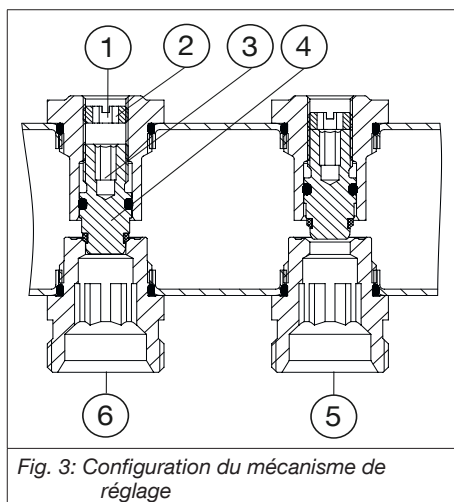

Fig. 3: Configuration du mécanisme de réglage
2. Ouvrir la tige du robinet (voir Fig. 3, page 32 (4)) en tournant dans le sens inverse des aiguilles d'une montre et en respectant la valeur de pré-réglage calculée. (Exemple : pré-réglage 2,5 = 2,5 tours)